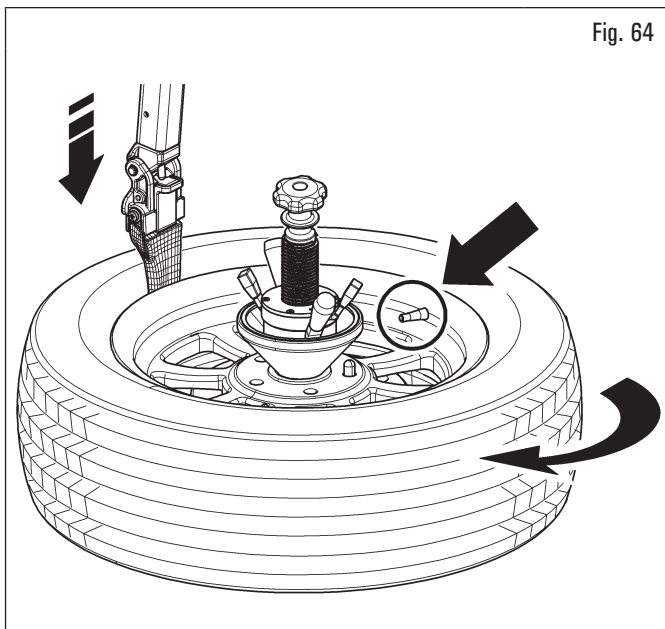

Fig. 64
2. commencer à tourner la roue (sans s'arrêter jusqu'à ce que la tête outil soit insérée). Lorsque la soupape est vers 3 heures (voir Fig. 64), appuyez sur le poussoir de descente de la tête outil (Fig. 6 réf. C (INF)) et insérez-la dans le pneu (voir Fig. 65) ;